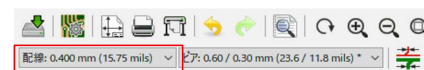

図9-24
- ① グリッドを0.6350mm(25.00mils)にします。
- ② 上ツールバーの【配線：】プルダウンメニューで線幅 0.400mm を選択します。図9-24